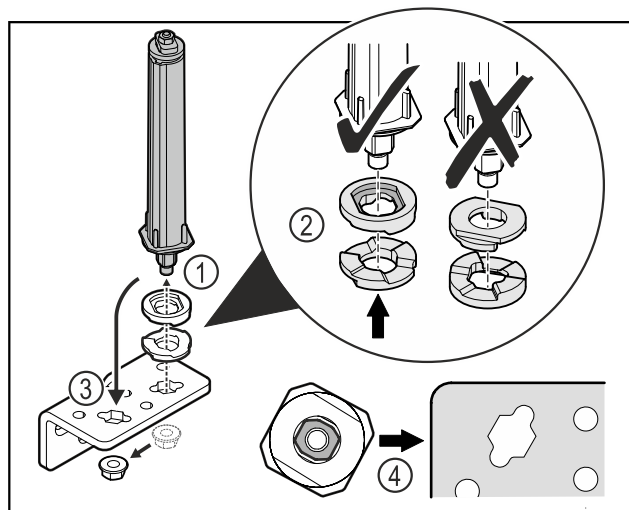

Fig. 36
- ▶ Oldja ki az anyát, és távolítsa el az ajtózáro rendszert Fig. 36 (1).
- ▶ Ügyeljen a magasságállító alátétek helyes beigazítására Fig. 36 (2).
- ▶ Helyezze át az ajtózáro rendszert a zsanéridomban, és rögzítse az anyával Fig. 36 (3).
- ▶ Behelyezéskor ügyeljen az ajtózáro rendszer helyes beigazítására Fig. 36 (4).